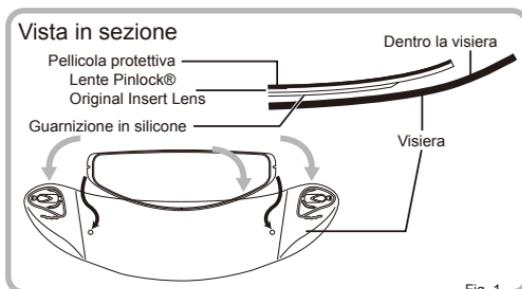

Fig. 1
- ① Spostare la visiera verso l'alto (Fig. 1). (nella misura massima in cui è possibile).
- ① Applicare la parte con guarnizione in silicone della lente Pinlock® Original Insert Lens all'interno della visiera senza rimuovere la pellicola protettiva dalla lente. Nello stesso tempo, applicare la lente Pinlock® Original Insert Lens all'interno della visiera inserendola e facendo scattare i perni eccentrici. (Fig 1 e 2)